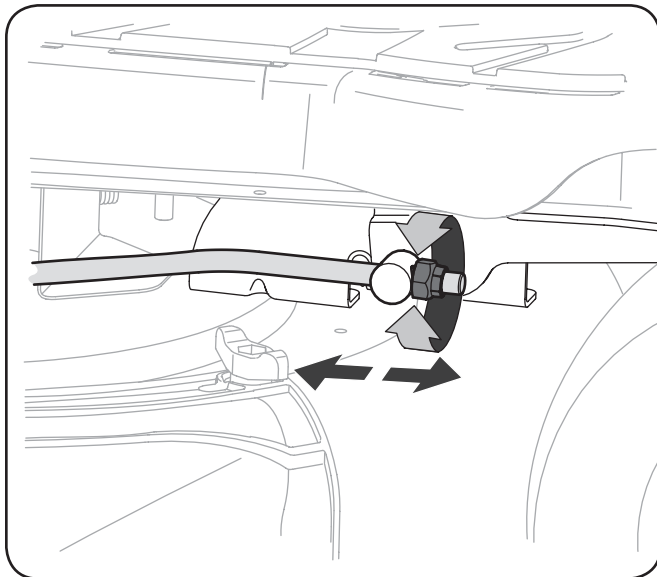

Figura 6-4
3. Ubique la tuerca de seguridad con brida en el extremo frontal de la varilla de elevación de la PTO. Vea la Figura 6-4.